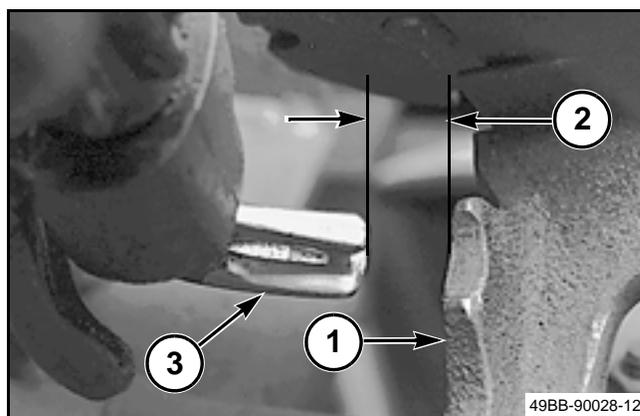

FIG. 61
FIG. 61: Durante el ciclo de amarre, la pestaña del brazo separador (1) debe tener un desplazamiento (2) mínimo de 16 mm (5/8 pulg) más allá del extremo de la podadora (3). El desplazamiento será normalmente de 18 a 22 mm (23/32 a 7/8 pulg). Si no hay suficiente desplazamiento, revise si hay un rodillo desgastado o dañado en el brazo separador. También revise si hay un brazo separador doblado. Revise ambos lóbulos en el engranaje de levas para ver si están desgastados o dañados. Reemplace o repare el engranaje de levas si es necesario. Los lóbulos se pueden reparar rellenando las áreas desgastadas con soldadura.